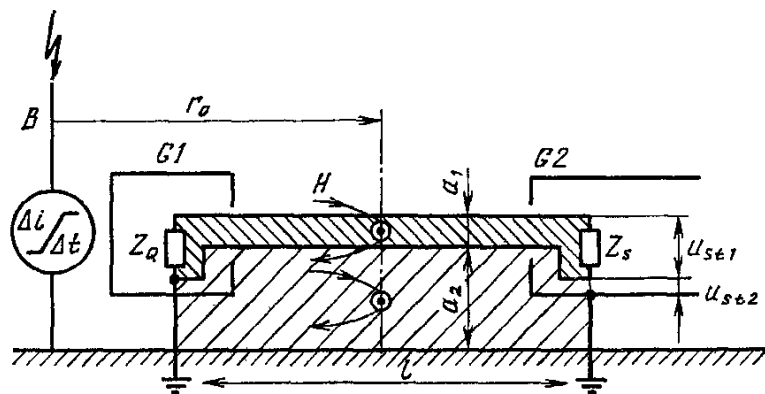

Рис. 6. Индуктивное влияние тока молнии на электрические контуры в устройстве автоматизации:
9. Определить напряжения помехи  $U_{st1}$  и  $U_{st2}$ , индуцируемые магнитным полем канала молнии в контурах двухпроводной линии. Принять  $r_0 = 30 \text{ м}$ ,  $l = 26 \text{ м}$ ,  $\Delta I / \Delta t = 200 \text{ кА/мкс}$  (рис. 6).